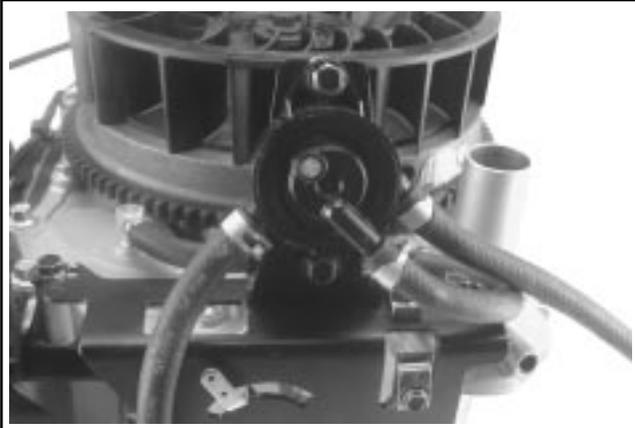

Figure 10-68. Installation de la pompe à carburant.
3. Connecter les canalisations de carburant et d'impulsions à la pompe à carburant et fixer avec des colliers de serrage. Voir la Figure 10-68.